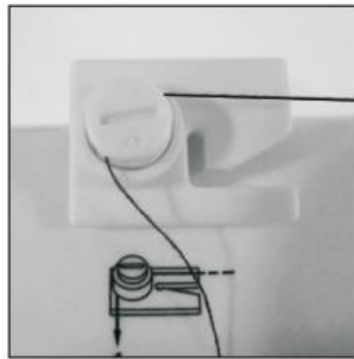

Fig.12
2. Ziehen Sie den Faden heraus und führen Sie ihn zwischen den oberen Fadenführer ein. (Abbildung 12)